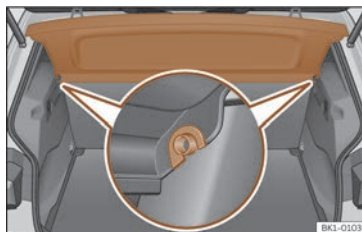

Fig. 162 Dans le coffre à bagages : démonter et remonter la plage arrière.
- Dégagez la plage arrière des supports latéraux >>> **fig. 162** en la tirant vers le haut puis en la détachant.
- Introduisez la plage arrière horizontalement en faisant coïncider la « forme en U » sur l'axe des supports >>> **fig. 162**, et appuyez vers le bas jusqu'à ce qu'elle s'encastre.